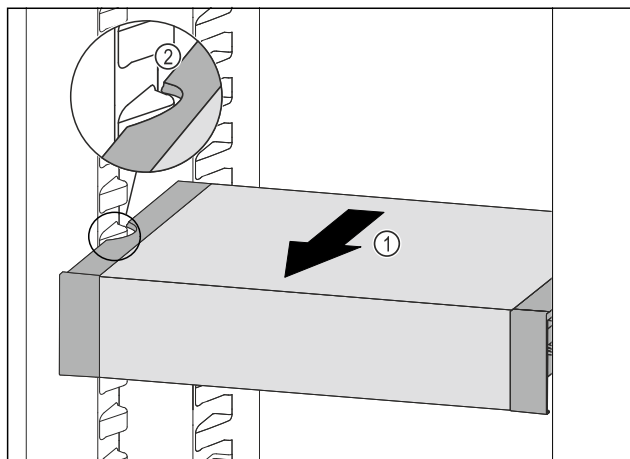

Fig. 179
- ▶ Вытягивайте VarioSafe вперед Fig. 179 (1), пока боковые выемки VarioSafe не окажутся на высоте выступа резервуара в холодильном отделении. Fig. 179 (2)